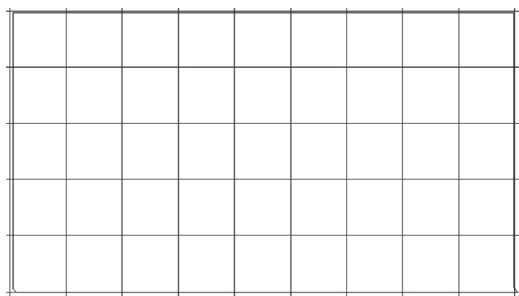
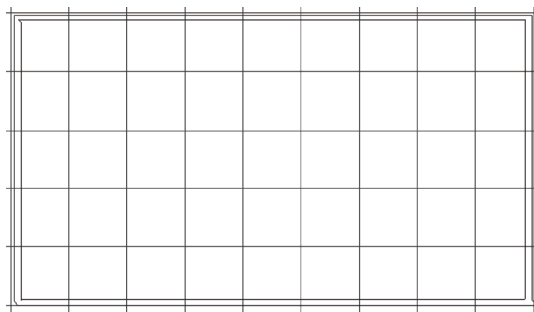

图 8-108 绘制物理边界
图 8-109 绘制电气边界
(2) 新建一个默认名称为“PCB1.PCB”的 PCB 文件，双击文件名称，进入 PCB 编辑环境，在编辑区里也出现一个空白的电路板。
(3) 单击工作窗口下方的“Mechanical 1”标签，使该层面处于当前的工作窗口中。
(4) 执行菜单命令“Place”→“Line”菜单项，绘制一个封闭的边框时，绘制结束后的 PCB 边框如图 8-108 所示。
(5) 单击编辑区下方的标签 KeepOut，将当前设置为禁止布线层。
(6) 执行菜单命令“Place”→“KeepOut”→“Track”，或者用户用鼠标单击工具栏中相应的  按钮，在创建一个封闭的多边形，如图 8-109 所示。